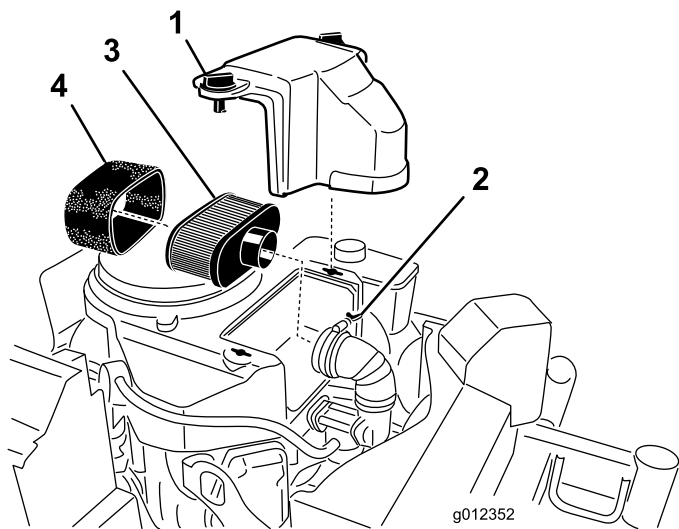

図 41
3. エアクリーナを外したときエンジン内部に異物が入らないよう、周辺をきれいに拭く（図 41）。
4. エアクリーナのカバーのノブのねじをゆるめてカバーを外す（図 41）。
5. エアクリーナのホースクランプをゆるめてエアクリーナアセンブリを外す（図 41）。
6. ペーパーエレメントからスポンジエレメントを注意深く取り外す（図 41）。
2. エレメントが破損している場合には交換する（図 41）。
1. ペーパーエレメントにスポンジエレメントを注意深く取り付ける（図 41）。
2. エアクリーナのベースまたはホースにエアクリーナアセンブリを取り付けて固定する（図 41）。
3. エアクリーナのカバーを取り付け、ノブを締め付けて固定する（図 41）。